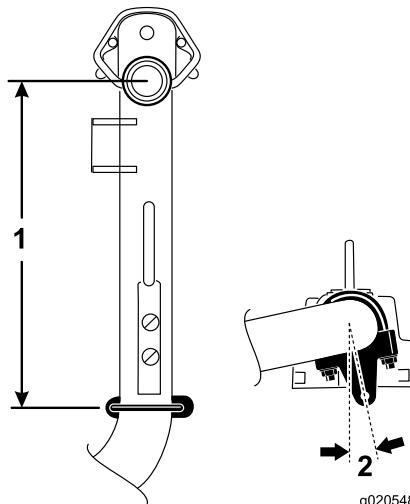

**Figura 5**
- En los brazos de elevación 2 y 3, posicione los soportes y los pernos en U a 38,1 cm por detrás de la línea central del pivote (Figura 5).